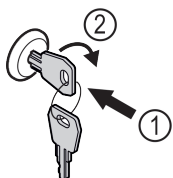

Fig. 121
- ▶ Introduceți cheia prin apăsare Fig. 121 (1).
- ▶ Rotiți cheia cu 90° în sensul acelor de ceasornic Fig. 121 (2).